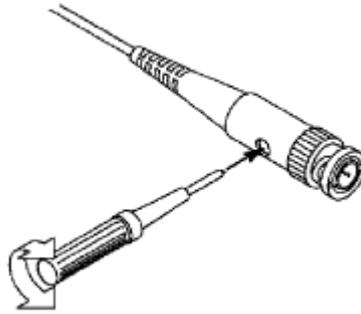

Figura 3-7 Ajuste de la sonda
2. Compruebe las formas de onda mostradas y regular la sonda hasta que una correcta se consigue una compensación (ver *Figura 3-6* y *Figura 3-7*).